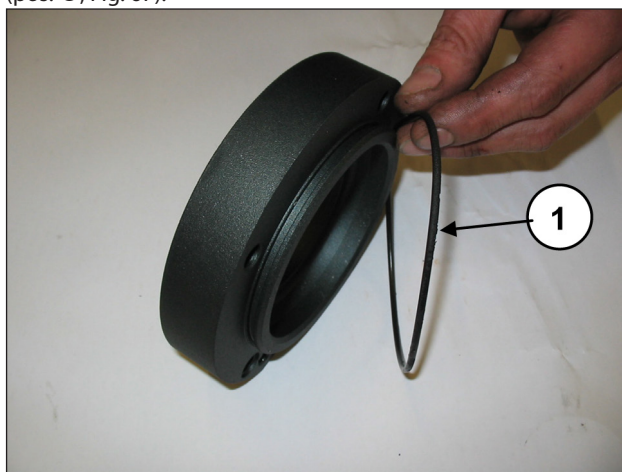
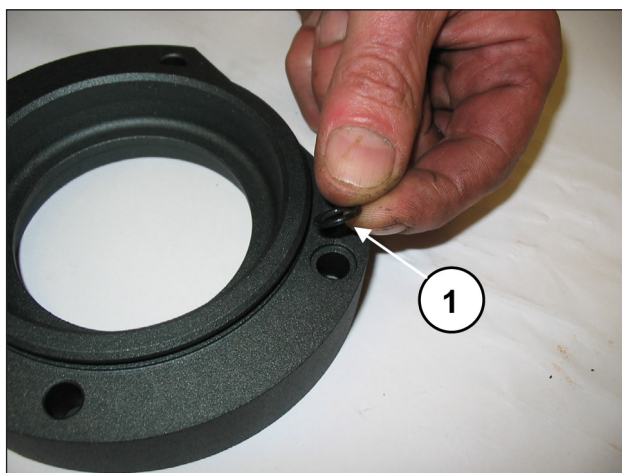

Fig. 66
Fig. 67
Aplique o anel circular externo nas coberturas do rolamento PTO (pos. ①, Fig. 66), e o anel circular do furo de lubrificação (pos. ①, Fig. 67).